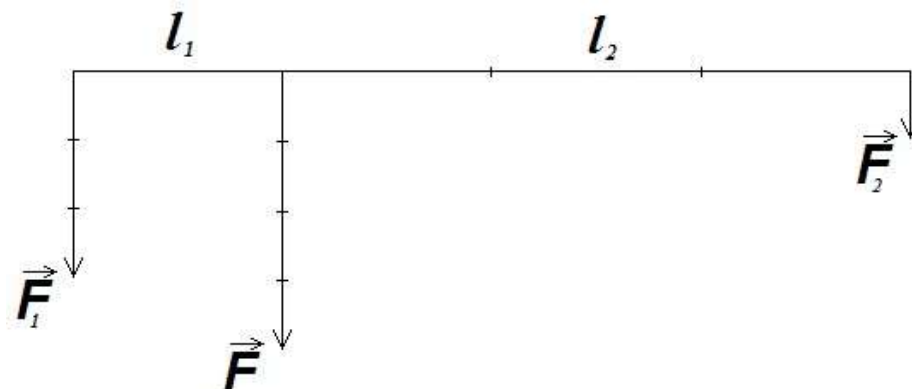

Рис. 5. Силы \vec{F}_1 и \vec{F}_2 и их равнодействующая \vec{F}
5. Если линии действия сил не пересекаются, то их равнодействующая делит расстояние между этими силами в отношении, обратном отношению сил (рис. 5):